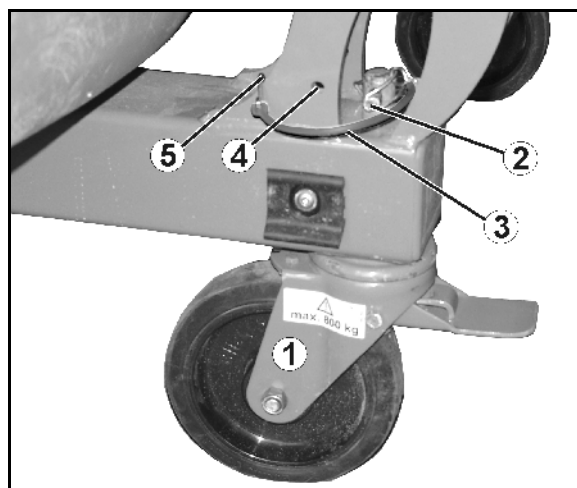
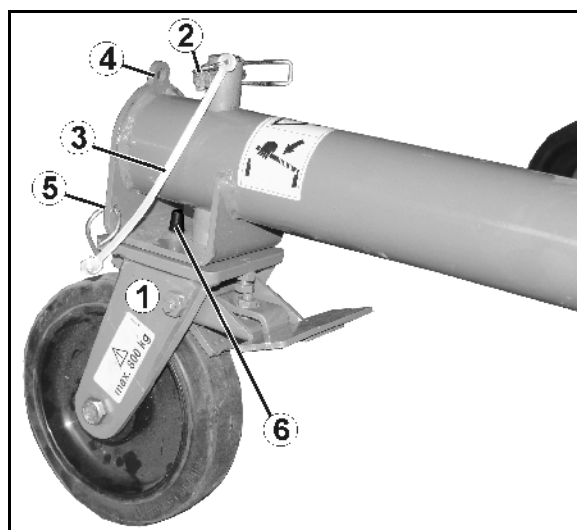

Fig. 55
Fig. 56
- Fastgør klapsplitterne med sikringsbånd (3) på maskinen (5).
5. **Styrbare** ruller **foran** (Fig. 55/1) / **Stive** ruller **bagved** (Fig. 56/1)
- o monteres og sikres med klapsplit (2) hhv.
Når transportrullerne ikke er i brug, fastgøres klapsplitten i parkeringsposition (Fig. 55/4; Fig. 56/4).
Ved montering af de stive ruller skal man sørge for, at bolten (Fig. 56/6) har fat i rammen gennem boringen og således holder rullerne i længderetningen.